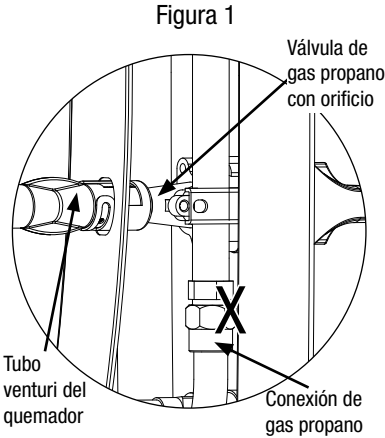

Figura 1
2. Por favor, consulte el diagrama para llevar a cabo correctamente la instalación (Figura 1).